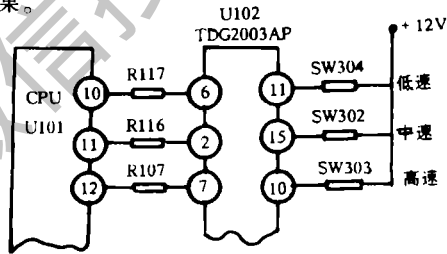

图2 海尔KFR—50LW/(BP)变频柜机王CPU控制电路
检修:有关电路如图2所示。室内风机工作原理是:当空调器正常启动后,风速若设定在高速档,则CPU U101的⑫脚输出高电平,给U102的⑦脚,反相器U102的⑩脚输出低电平,使微动继电器SW303吸